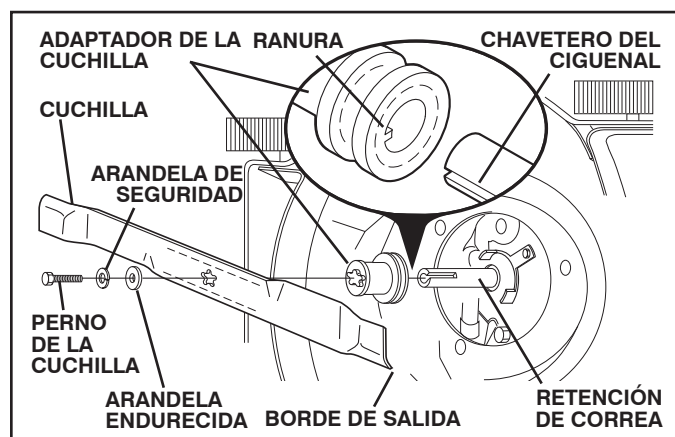

FIG. 13
**PARA REMOVER LA CUCHILLA** (Vea Fig. 13):
**PARA CAMBIAR LA CUCHILLA** (Vea Fig. 13):